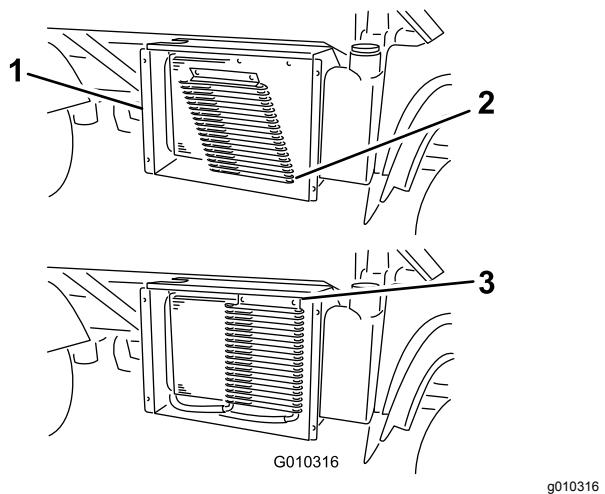

Figura 60
3. Caso esteja equipado, rode as patilhas e incline o refrigerador de óleo afastando-o do radiador (Figura 60).